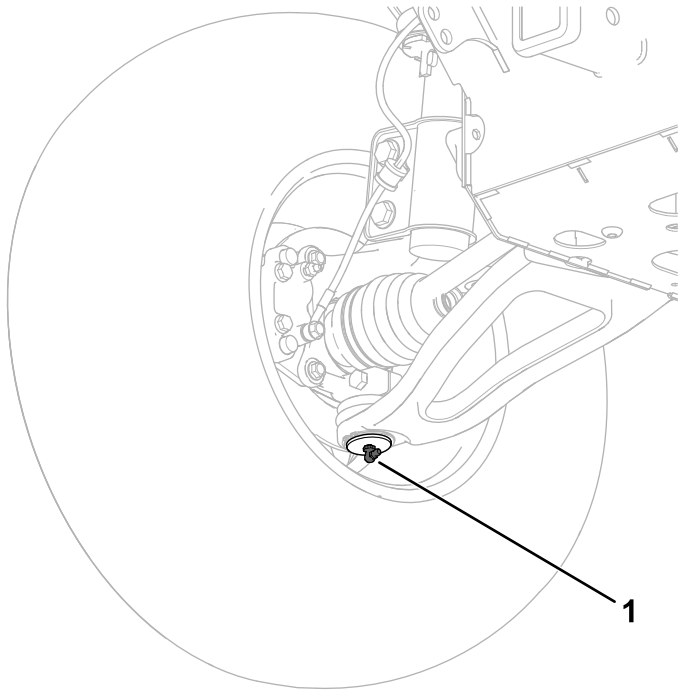

Bild 81
- **Kugelgelenke(2);** siehe Bild 81